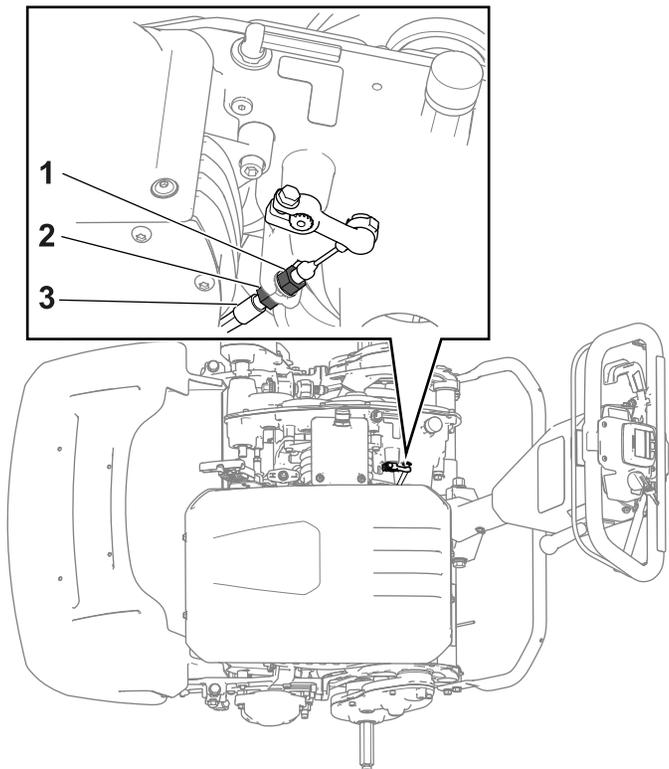

Figure 30
- Pour augmenter la tension du câble, desserrez l'écrou de blocage avant et serrez l'écrou de blocage arrière (Figure 30).
- Pour réduire la tension du câble, desserrez l'écrou de blocage arrière et serrez l'écrou de blocage avant (Figure 30). Répétez l'opération 2 et ajustez la tension au besoin.